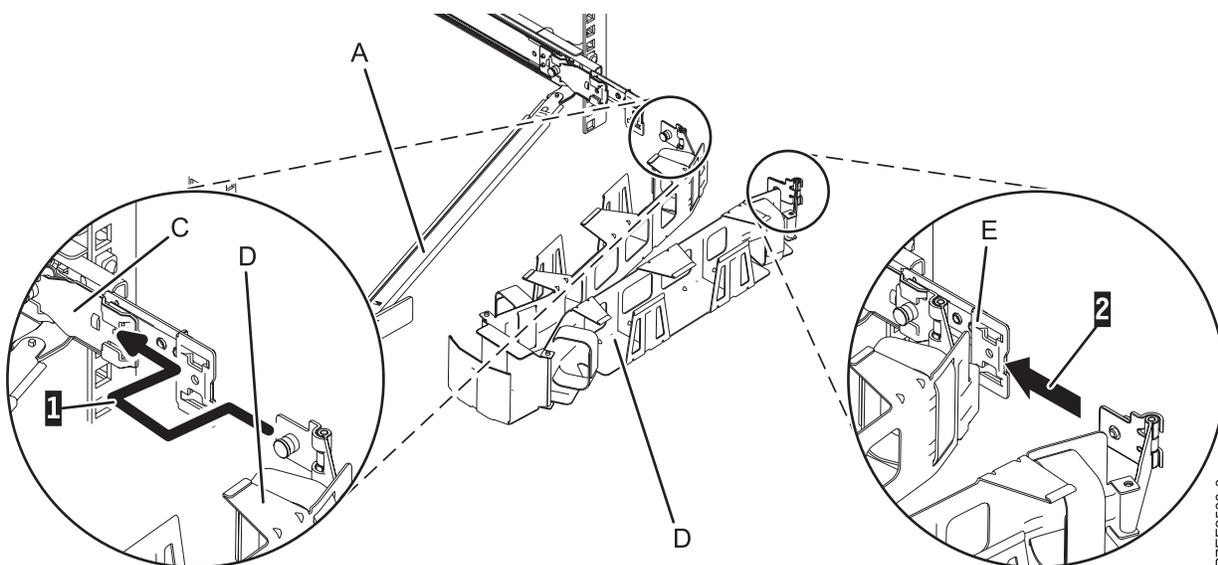

Abbildung 17. Kabelträger anschließen
6. Platzieren Sie den Kabelträger (D) auf dem Stützarm (A). Schieben Sie die erste Lasche des Kabelträgers in die Aussparung auf dem Befestigungswinkel (C) (1). Drücken Sie die Lasche, bis die gefederte Verriegelung einrastet. Schieben Sie die andere Lasche des Kabelträgers in die Erweiterungshalterung (E) auf der Außenseite der rechten Schiene (2). Drücken Sie die Lasche, bis die gefederte Verriegelung einrastet, wie in Abb. 17 dargestellt.